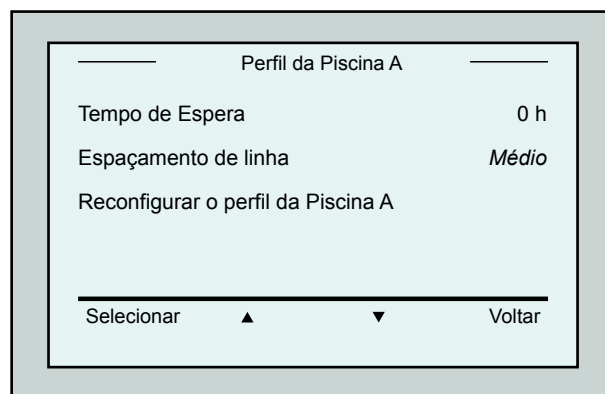

Figura 15: Menu da Piscina A: Segundo ecrã
11. Após configurar o *Modo de Exploração*, do ecrã *Perfil da Piscina*, role para baixo para o próximo ecrã (Figura 15).